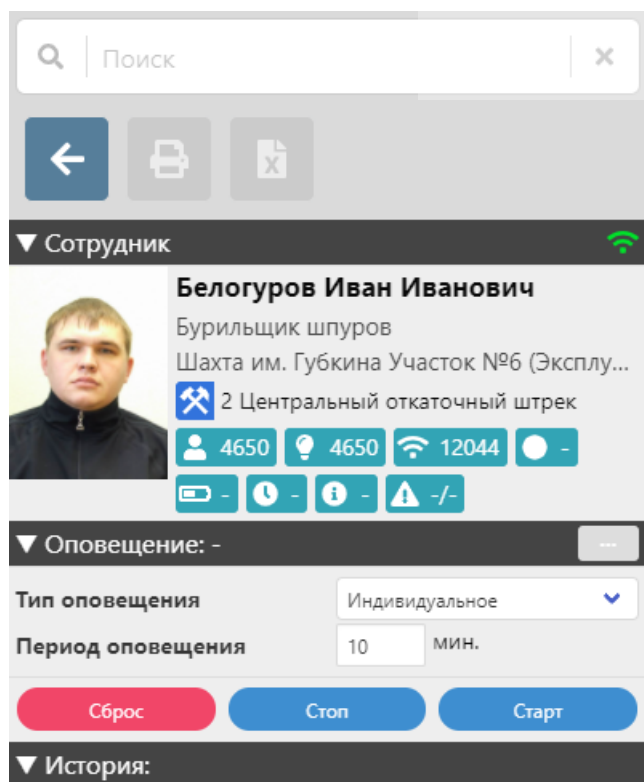

Рисунок 21 – Экран управления индивидуальными оповещениями.
2.8.4.1. Для отправки индивидуального оповещения горнорабочему нужно открыть экран управления индивидуальными оповещениями. (рисунок 21).